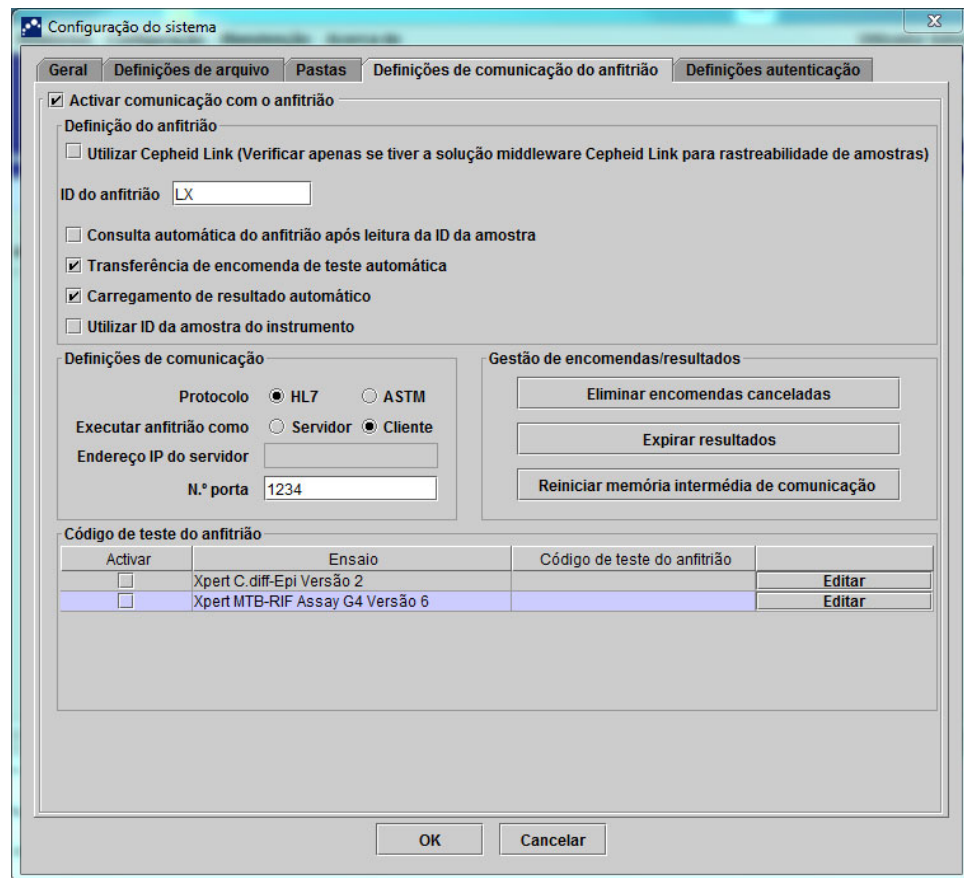
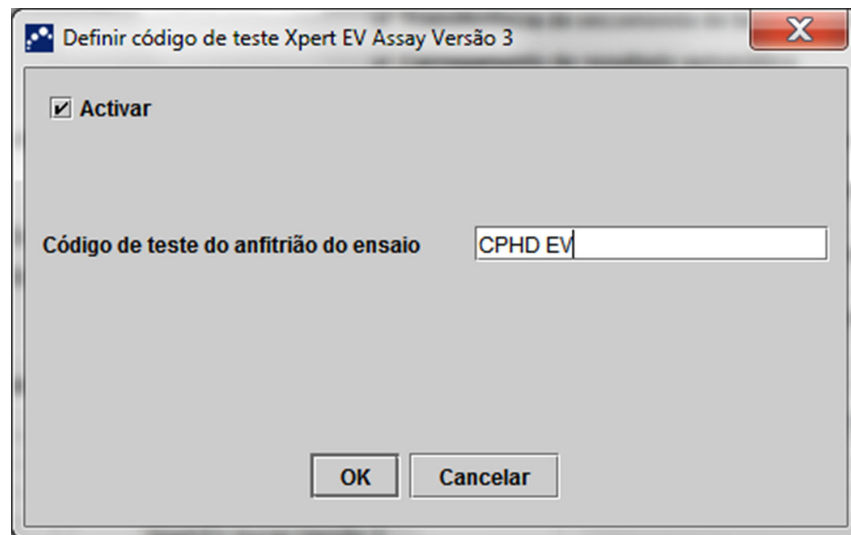

Figura 2-81. Caixa de diálogo Configuração do sistema (separador Definições de comunicação do anfitrião)
Figura 2-83. Caixa de diálogo Definir código de teste para um ensaio de resultado único
2. Clique no separador **Definições de comunicação do anfitrião**. É apresentado o separador **Definições de comunicação do anfitrião**. Consulte a figura 2-81.
1. Na secção da tabela **Código de teste do anfitrião** da janela Definições de comunicação do anfitrião (figura 2-81), clique no botão **Editar** apropriado pretendido para alterar a definição. É apresentada a caixa de diálogo Definir código de teste. Consulte a figura 2-83.